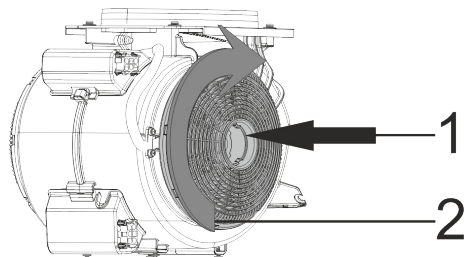

Fig. 5: KUL 1
- 1- Placer kulfilterne på motorens sider (Fig. 5).
- 2- Sørg for at dreje kulfilterne med urets retning for at låse dem fast (Fig. 5).